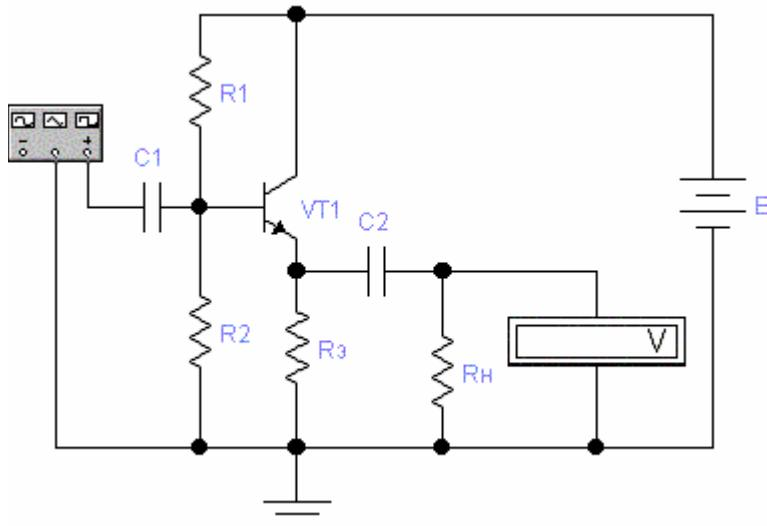

Рисунок 2
1.3 Для схемы усилительного каскада ОК (рисунок 2) и указанных параметров элементов предварительно рассчитать значение резистора R1 при условии $U_\theta = 0,5E$ и рабочий режим транзистора (I_k , $U_{k\theta}$, I_b).
Для схемы ОК (рисунок 2) основные параметры рассчитываются через малосигнальную схему замещения каскада: